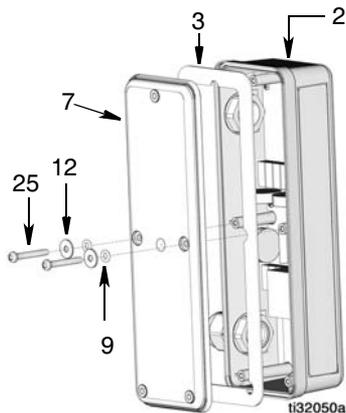

ABB. 34
4. Zwei Schrauben (12), Scheiben (25) und O-Ring (9) von der PLS-Abdeckung (7) entfernen und Abdeckung und Dichtung (3) vom PLS-Elektronikgehäuse (2) abnehmen (ABB. 34).
- Dichtung (3) in der PLS-Abdeckung (7) einbauen (ABB. 34).
- Abdeckung (2) über PLS-Gehäuse montieren. Prüfen, dass alle Schraubenlöcher in Abdeckung und Gehäuse richtig ausgerichtet sind (ABB. 34).